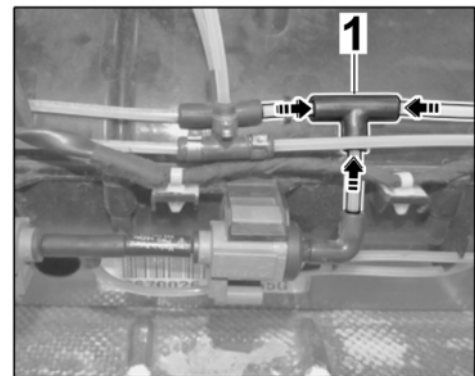

Bild 56
- 10.3.6 Die Enden $\Rightarrow$ *Bild 56 -Pfeile-* von der durchtrennten Unterdruckleitung mindestens 10 mm tief in T-Stück $\Rightarrow$ *Bild 56 -1-* stecken.